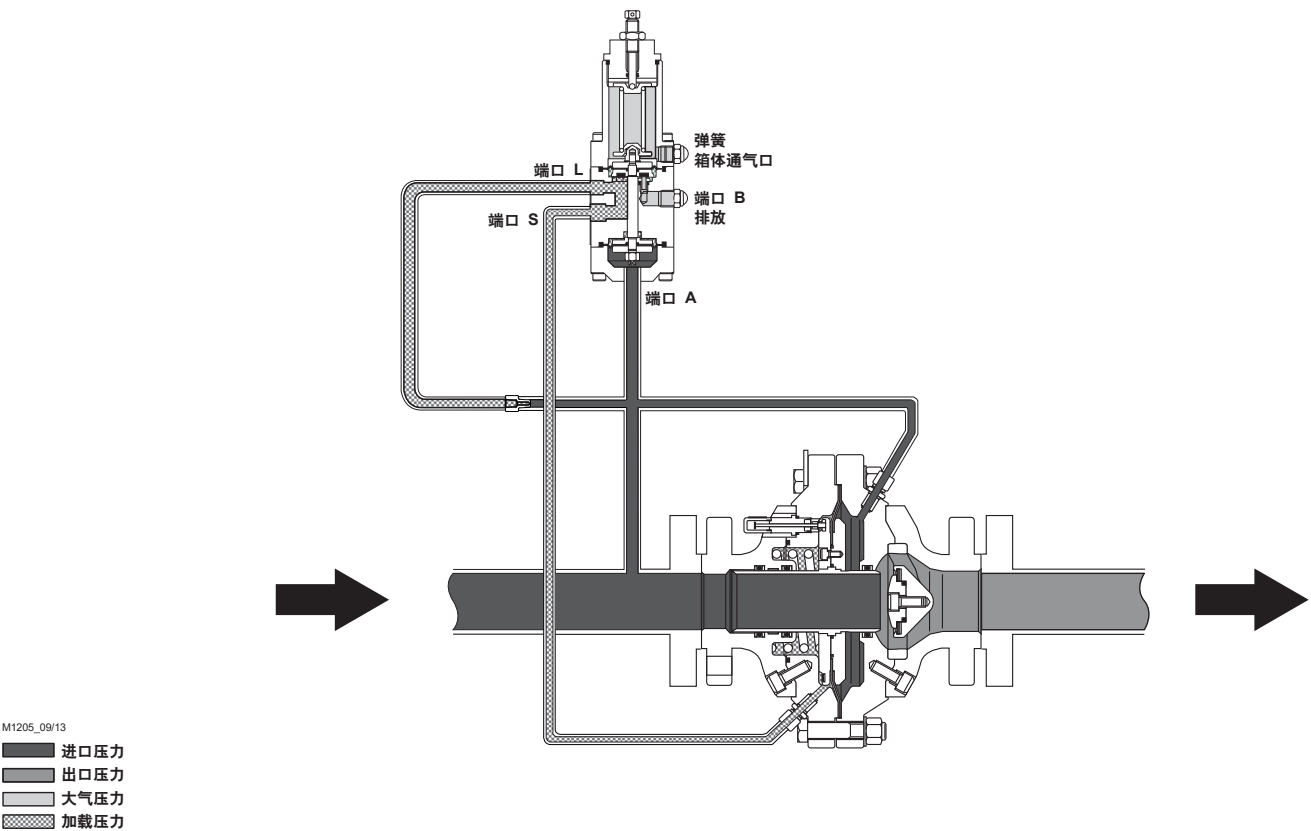

图2. FL型泄压阀或背压调压器工作原理图
- PRX型指挥器采用1/4 NPT接头。将进口控制（感测）管路从PRX型指挥器底部的“A”端口（图6标号55）连接至距离泄压阀或背压调压器进口6至10倍管道直径的位置，如图2所示，使用9.5 mm / 3/8 in.或更粗外径的管道。如距离不适合实际操作，将控制信号管连接至远离弯管，连接处，管接头或任何可能产生异常流速的部位。